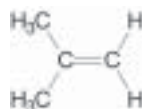

Figura 10: Estrutura do metil-propeno.
1. Por que a estrutura da Figura 10 tem a fórmula molecular do buteno (C_4H_8), mas é nomeada como metil-propeno?